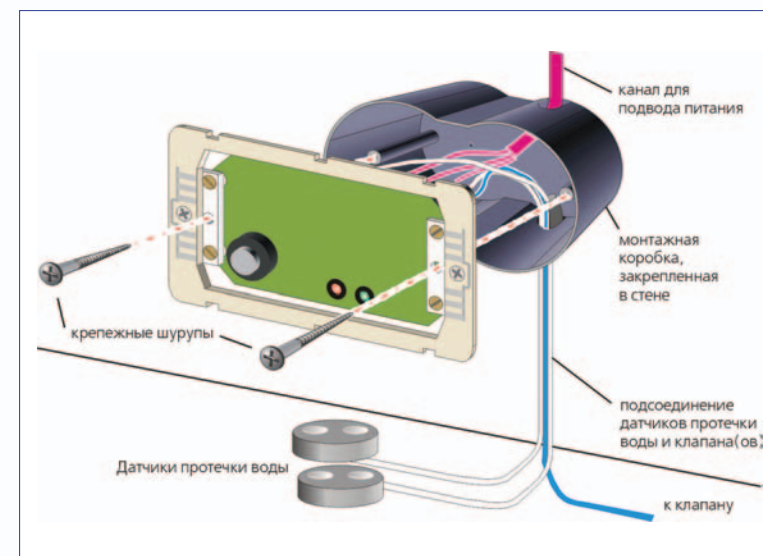

Рис. 9 Установка блока управления Нептун-Стандарт в монтажную коробку.
- установите и закрепите монтажную коробку (корпус главного блока) в стене; (см. рис. 9)